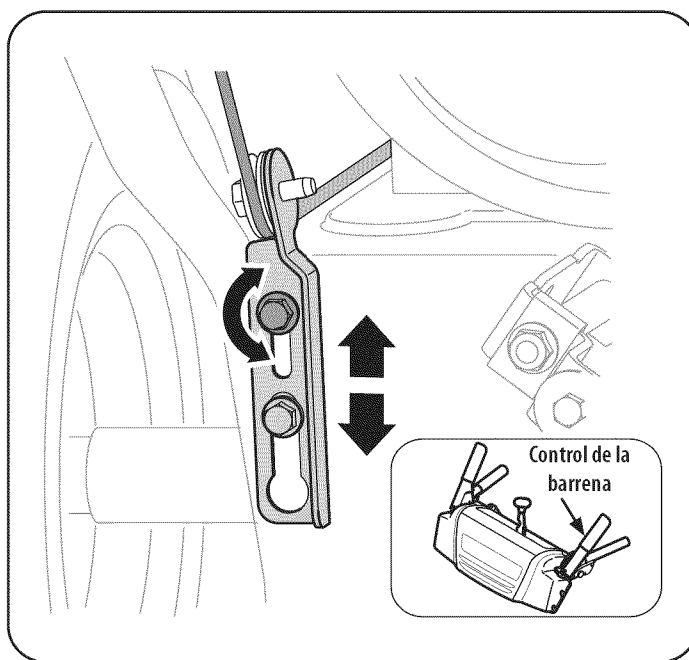

Figura 16
1. El control de la barrena se encuentra en el mango izquierdo. Consulte la Figura 16 el recuadro. Cuando se suelta el control de la barrena y está en posición desengranada arriba, el cable debe tener muy poco juego. NO debe estar tenso.
4. Deje la barrena engranada durante aproximadamente diez (10) segundos antes de soltar el control de la barrena. Repita esta operación varias veces.
8. Ubique la ménsula hacia arriba para brindar más juego (o hacia abajo para aumentar la tensión del cable). Vea la Figura 16.